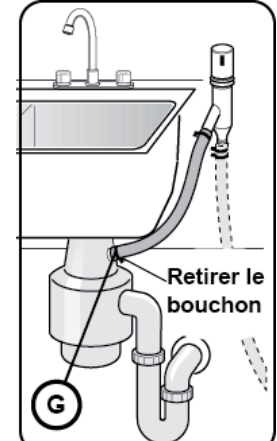

Figure 14
4. Sur le raccordement de vidange de lave-vaisselle d'un broyeur via un dispositif de coupure anti-retour, comme l'indique la **Figure 14**.